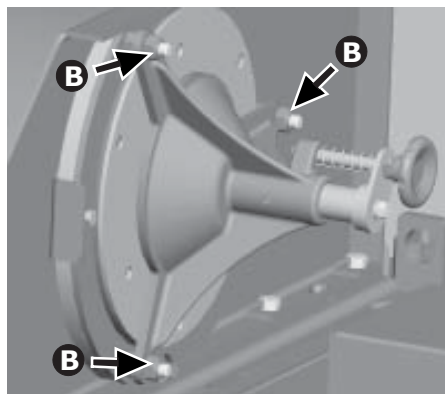

fig.67
4. Coloque as três porcas de fixação **A** (fig.67).
6. Remova as porcas **A** e o Afiador. Observe se a pedra está tocando em todas as facas. Caso a afiação não esteja uniforme, observe para que lado a pedra deve ser regulada. Monte novamente o afiador na máquina, coloque as três porcas de fixação **A** (fig.67) e alinhe a pedra por intermédio das porcas de regulagem **B**.